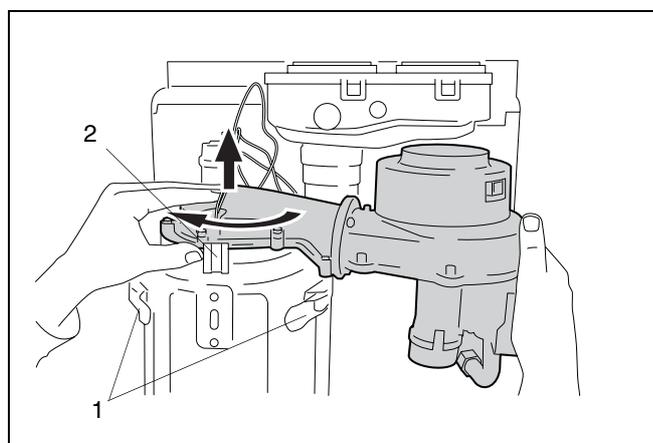

Fig. 37 Rimozione dell'unità di miscelazione aria/gas
A questo punto l'unità di miscelazione aria/gas può essere smontata, ruotandola di un quarto di giro in avanti (chiusura a baionetta) (fig. 37, pos. 2) e successivamente sollevandola per estrarla dallo scambiatore.
- La parte frontale dello scambiatore di calore può essere smontata sganciando gli agganci (fig. 37, pos. 1).